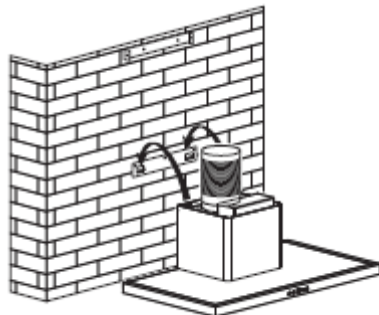

Abb. 5
5. Hängen Sie die Dunstabzugshaube an den Haken. Danach stellen Sie die Position ein und befestigen den Körper mit Sicherheitsschrauben. Hinweis: Die beiden Sicherheitsöffnungen sind auf der Rückseite des Gehäuses angebracht und haben einen Durchmesser von 6 mm. Siehe Abb. 5 und 6.